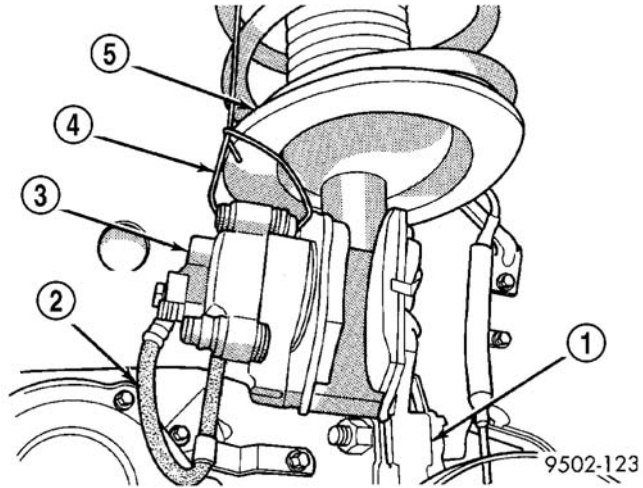

图 5 正确支撑的盘式制动器上的制动钳—典型型式
- （8）用铁丝挂钩钩住制动钳总成，使其悬吊在滑柱总成下面（图 5）。请勿使用制动柔性软管悬挂制动钳总成。